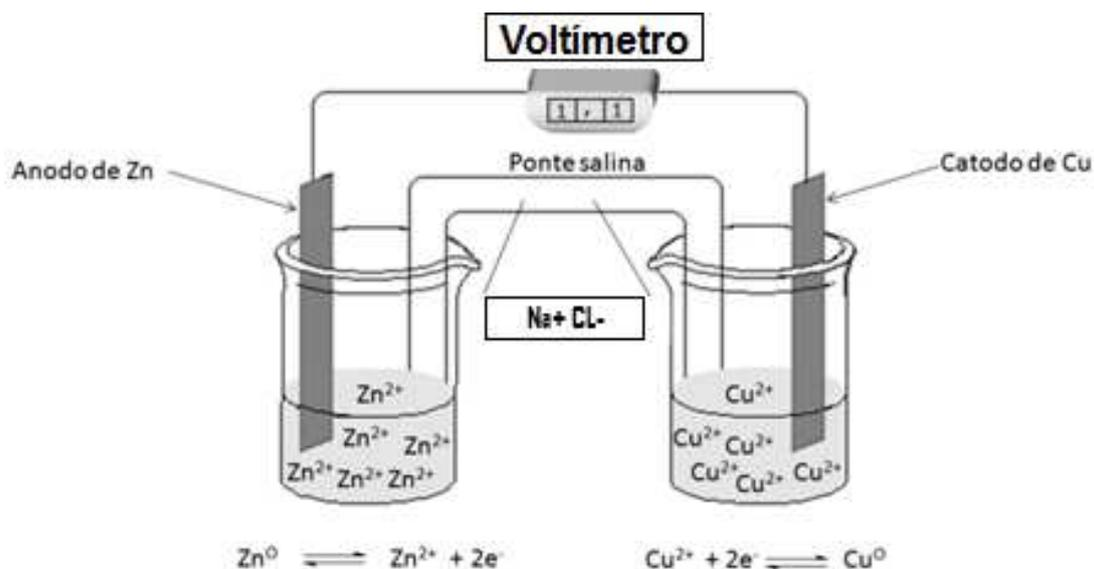

Figura 10.1: Representação da pilha $Zn^0|Zn^{2+}||Cu^{2+}|Cu^0$
4. Megulhe o tubo em U nas soluções assim como ilustrado na **Figura 10.1**.